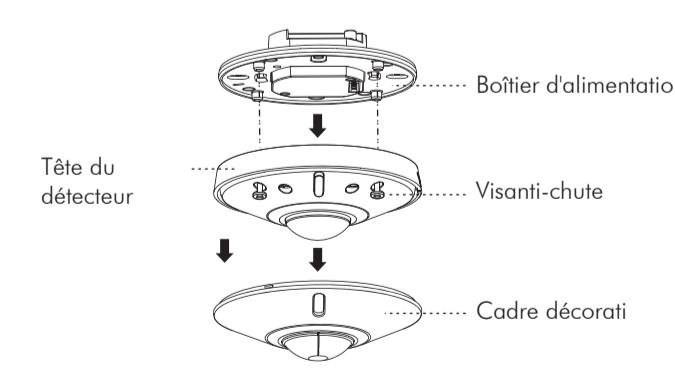

FIG. 6
3.4.1.1 Retirez le cadre décoratif de l'KDP-3 S, et séparez ensuite la tête du détecteur du boîtier d'alimentation en dévissant ses 4 vis anti-chute (Voir FIG.6).
3.4.1.4 Fixez la tête du détecteur sur le boîtier d'alimentation en insérant ses quatre vis anti-chute dans les trous à vis correspondants et couvrez ensuite le cadre décoratif (Voir FIG.6).